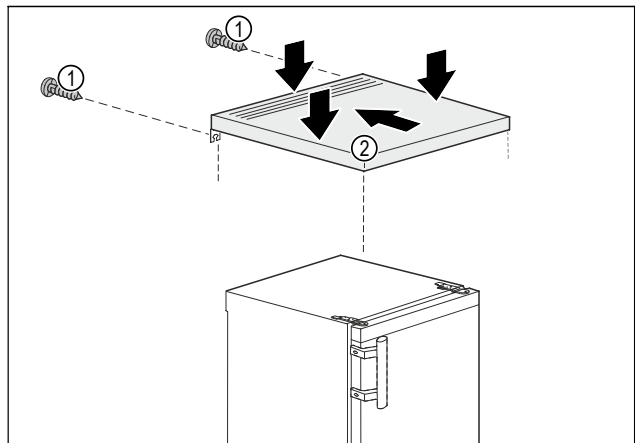

Fig. 4
- Tischplatte Fig. 4 (2) auf das Gerät legen.
- Tischplatte Fig. 4 (2) nach hinten schieben.
- Tischplatte Fig. 4 (2) hinten nach unten drücken.
- Schrauben Fig. 4 (1) an der Rückseite festschrauben.
- Tischplatte Fig. 4 (2) ist montiert.